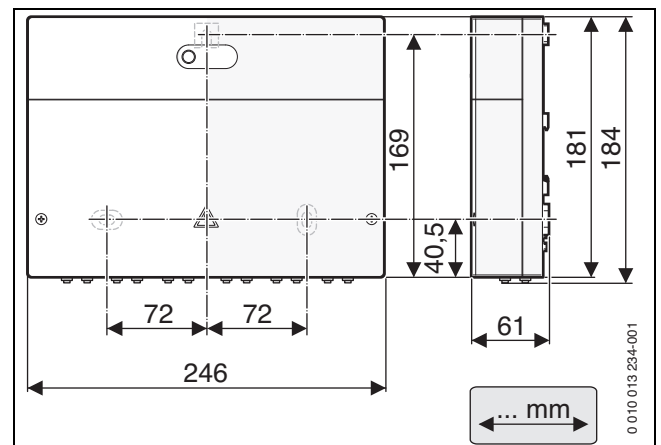
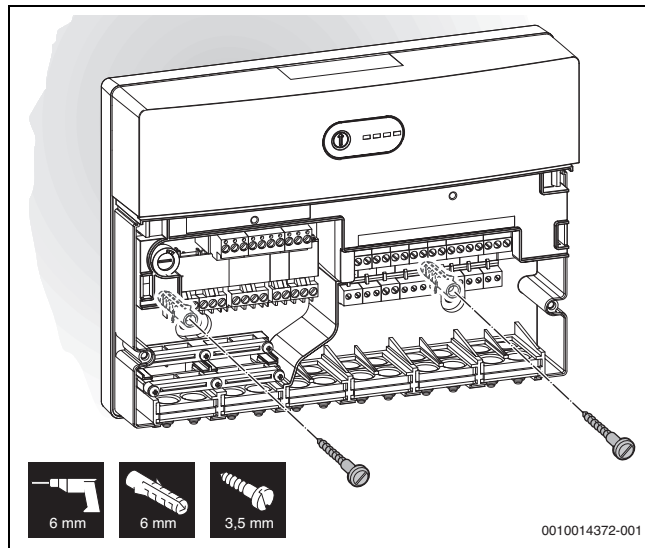
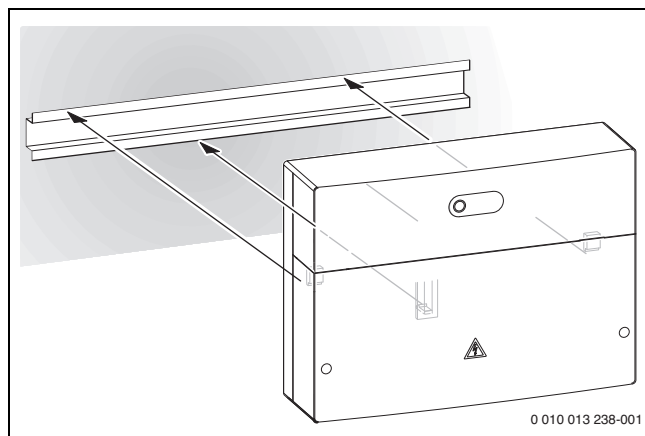

Fig. 12 Dimensions du module électronique
Fig. 15 Fixer le module électronique sur le mur
Fig. 16 Fixer le module électronique sur le rail de montage
- Installer le module sur un mur (→ Fig. 12 – Fig. 15), sur un rail de montage (→ Fig. 16) ou dans un module.